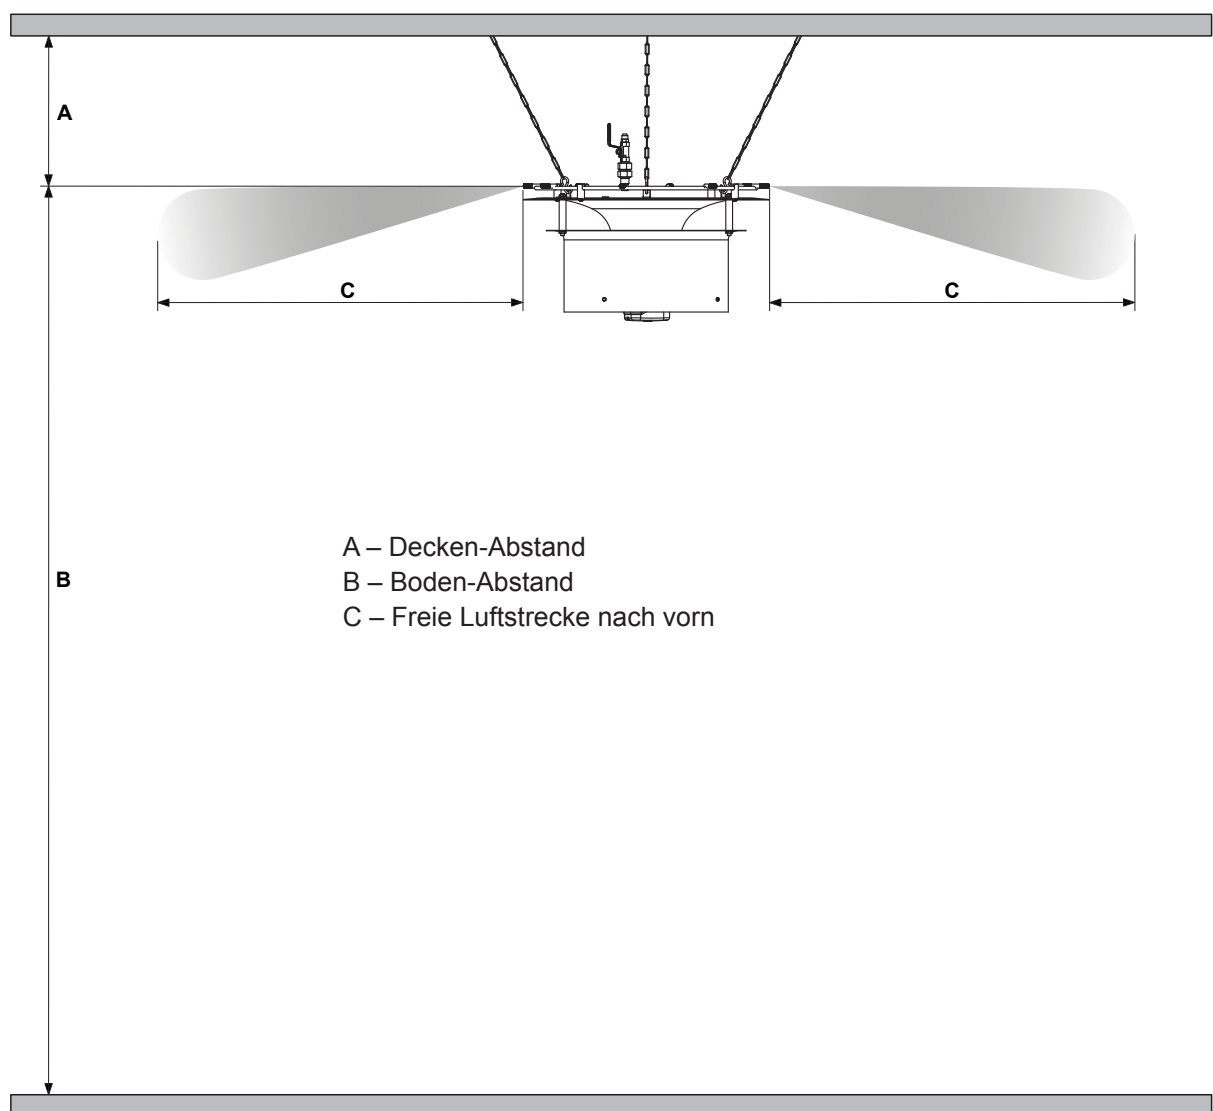
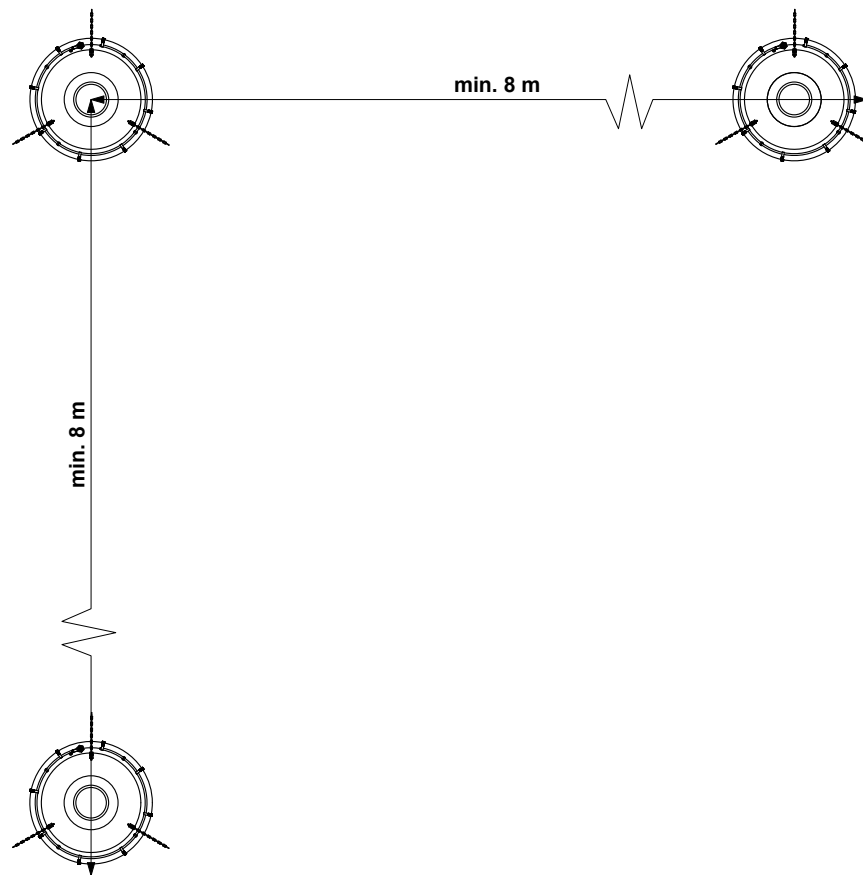

Abb. 25: Positionierung des Condair Vita Space Verneblers
Abb. 26: Min. Abstand zwischen Condair Vita Space Verneblern
Stellen Sie vor der Montage der Condair Vita Space Vernebler sicher, dass alle Angaben zu den Schlauchanordnungen und die minimalen Zerstäubungsabstände gemäss Abb. 25 und Abb. 26 eingehalten wurden.
- Positionieren Sie die Condair Vita Space Vernebler so, dass sich der zerstäubte Nebel frei ausbreiten kann. Stellen Sie, wie in Abb. 25 gezeigt, sicher, dass ein Mindestabstände zu Hindernissen und zur Decke eingehalten werden.
- In Abb. 25 sind die empfohlenen Abstände für die Ausdehnung des Zerstäubungsstroms und die einzuhaltenden Abstände dargestellt. Dies sind ideale und empfohlene Abstände bei maximaler Kapazität mit Condair-Düsen. Unterschiedliche Wetter-, Klima- und Innenbedingungen können die Ausbreitung- und Zerstäubungsabstände verändern. Stellen Sie, wie in Abb. 26 gezeigt, sicher, dass ein Mindestabstand von 8,0 m eingehalten wird, wenn die Düsen und Befeuchtereinheiten einander gegenüberliegen.